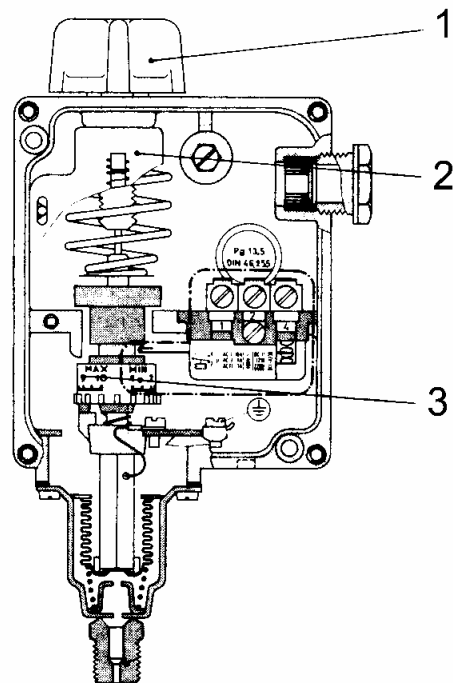

Рис. 9
• Калибровка реле давления (Рис. 9)
- Вращайте регулятор (1) пока указатель (2) не достигнет значения давления, с которого начинает работать горелка;